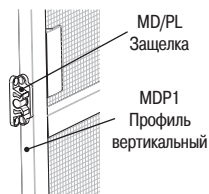
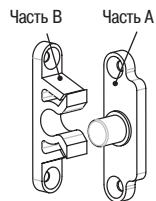

Рис. 13
Рис. 14
8. Установить защелку MD/PL или MD/ML (см. рис. 13). Защелка состоит из двух частей (рис. 14). Часть «А» крепится на торце вертикального основного профиля, а часть «В» непосредственно при установке на объекте, таким образом, чтобы при закрытии москитная рамка плотно прилегала к дверной коробке. Рекомендуемое расположение защелки – по центру рамки. Крепление защелки осуществляется при помощи саморезов. При необходимости устанавливается две защелки.